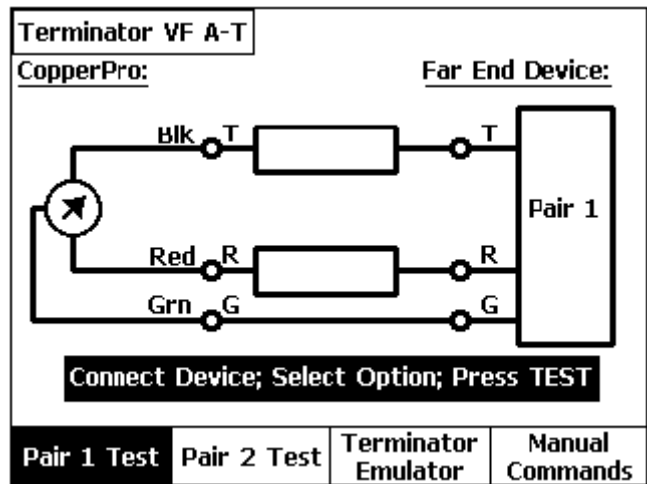

Рисунок 4-33. Экран выбора автотеста на тональной частоте с устройством на дальнем конце
1. Находясь в окне выбора устройства на дальнем конце **Terminator VF Auto-Test Selection** (см. Рисунок 4-33), нажмите кнопку  (**Terminator Emulator**).
1. Находясь в окне выбора автотеста **Terminator VF Auto-Test Selection** (см. Рисунок 4-33), нажмите кнопку ввода команд вручную  (**Manual Commands**).